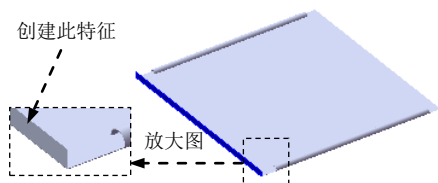
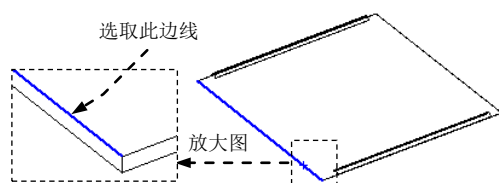

图 17.12.29 创建边线一法兰 1
图 17.12.30 定义特征的边线
Step8. 创建图 17.12.29 所示的边线一法兰 1。
(1) 选择命令。选择下拉菜单 **插入(I)** → **钣金(B)** → **边线法兰(E)...** 命令，系统弹出“边线法兰”对话框。
(2) 定义特征的边线。选取图 17.12.30 所示的模型边线为生成的边线法兰的边线。